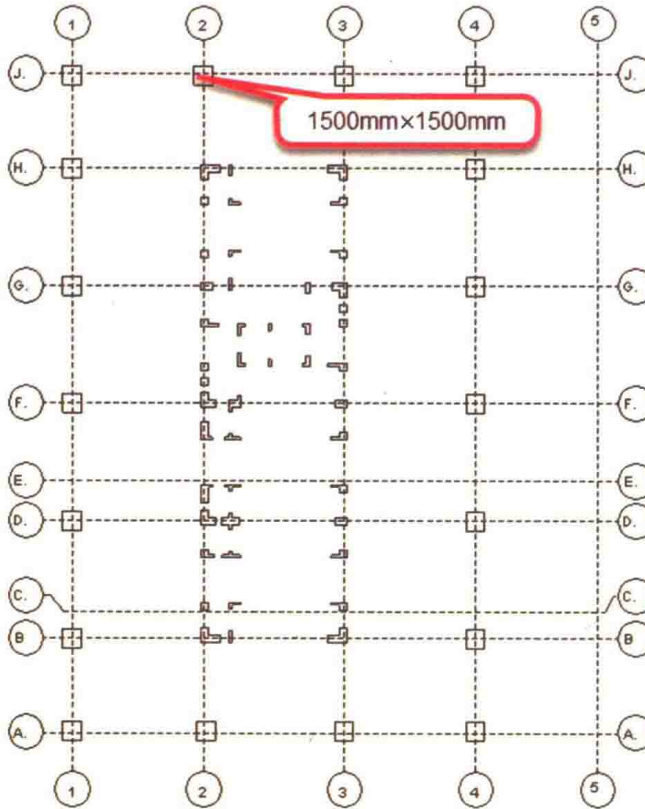

图 1-2-7
(4) 按照以上步骤继续放置尺寸为 400mm×1200mm、400mm×500mm 和 500mm×1400mm 结构柱,如图 1-2-7 所示。